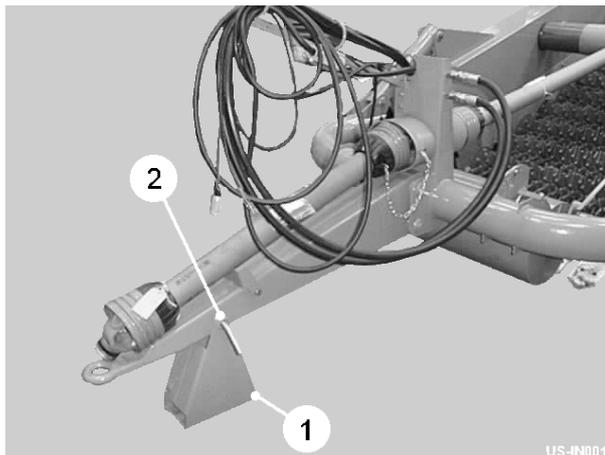
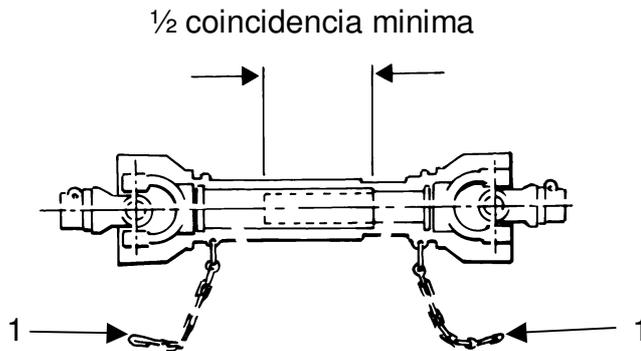

Fig 1
Fig 3
El puesto de gata (item 1, fig 1) es proveído con el propósito de que la máquina es sujeta en una altura apropiada para el apareamiento seguro al tractor.
Cuando la máquina ha sido fijada al tractor bien, el puesto de gata puede ser doblado hacia atrás en la posición guardada se quitando el presentador alfiler (item 2, fig 1), girar el puesto y luego asegurar él con el presentador alfiler.
Sea conveniente para las dos mitades del eje del PTO en sus ejes de unidad de disco respectivos sobre la máquina y el tractor. Verifique la duración de eje girando el tractor completamente en ambas instrucciones con la máquina en su puesto trabajador mientras fijar a la vuelta de cabo de furgoneta del tractor. Asegure que los tubos sliding, when prolongar completamente, tienen una coincidencia al menos la mitad de la longitud cerrada (see fig 3). Asegure que los finales de los tubos sliding when en el punto más breve no son en contacto con otras partes del eje del PTO. Si necesario, acorte tantos tubos como guardianes equitativamente para conseguir la autorización de final en el puesto de longitud mínimo.
Asegurar que las cadenas de seguridad (item 1, fig 3) solían impedir a los guardianes de doblar, estar fijado al tractor y implementar una manera que no serán estirados cuando el eje de unidad de disco está a la articulación máxima en such. When desconectar del tractor, coloque el eje del PTO sobre el descanso del PTO de drawbar como mostrar en figure 1.